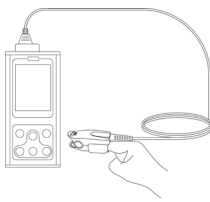

Figura 5. Esquema para la colocación del dedo
- El dedo debe colocarse correctamente (véase la figura 5 adjunta), ya que el montaje incorrecto o una posición de contacto inadecuada para el sensor influirá en la medición.
A Coloque el dedo en la sonda tal y como muestra la Figura 5.
(La apariencia de la sonda real puede ser diferente a la mostrada en la figura 5, por favor consulte la sonda real)